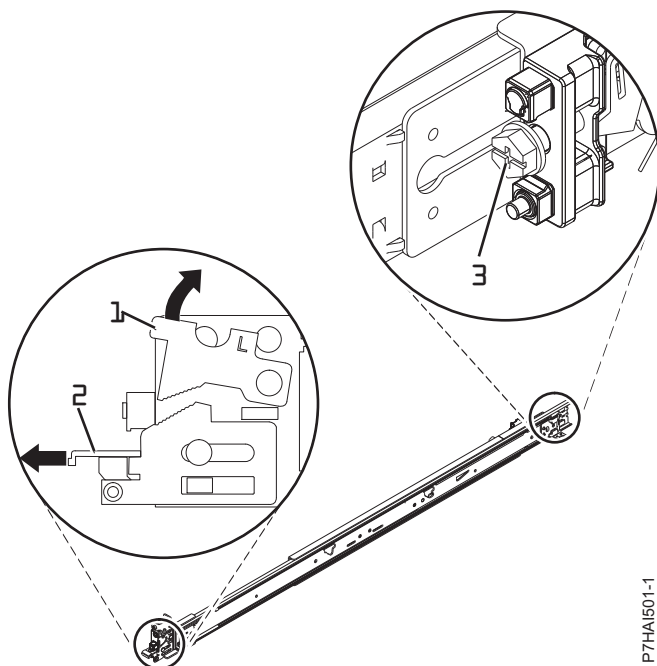

Figura 2. Abrindo a Trava Frontal e Removendo o Parafuso Traseiro
2. Empurre para cima a presilha de travamento (1) na parte frontal e retire a trava frontal (2) na parte frontal do trilho. Em seguida, remova o parafuso da parte traseira do trilho (3). Para obter detalhes, consulte Figura 2.